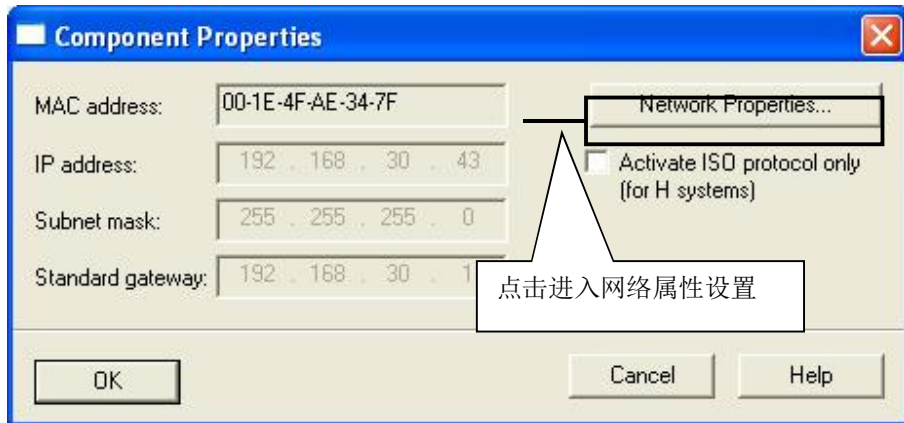

图 8 进入 PC 网卡参数设置
④ 插入 IE General 后，随即会弹出组件属性对话框。点击 Network Properties，进行网卡参数配置，如图 8 所示。